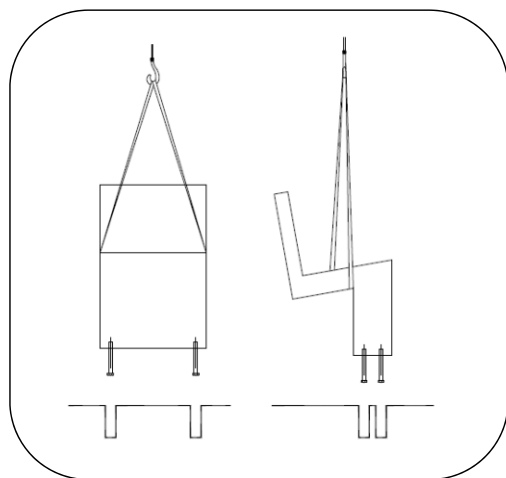

Fig. 1 – Installation avec une grue
1. Positionner en utilisant un équipement approprié tel qu'un chariot élévateur ou une grue. Voir la Fig. 1.